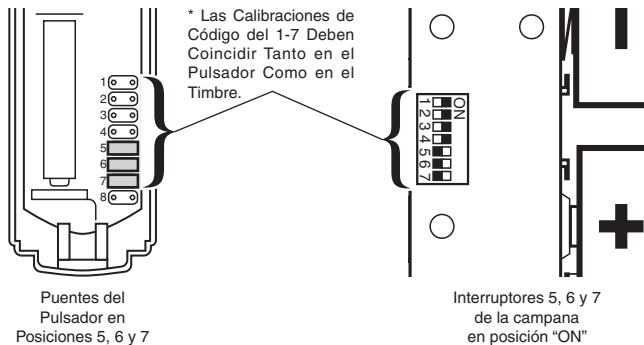

Figura 9 - Dentro del pulsador y de la campana
- Asegúrese que los códigos del pulsador y de la campana sean los mismos (vea la Figura 9).
1. Abra las cajas y ubique los puentes del pulsador y los interruptores de la campana (vea la Figura 9).
**Nota:** La unidad vendrá con la configuración de fábrica con los puentes en los sitios 5, 6 y 7 en el pulsador y con los sitios 5, 6 y 7 para interruptores en la posición "ON" en la campana (vea la Figura 9).